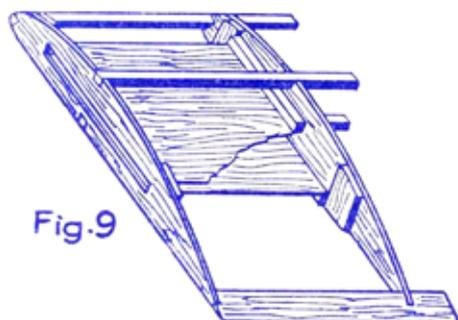

Fig. 9
- La clé est découpée dans une planchette généralement de 3 mm suivant le tracé du plan. Elle est faite en une ou deux pièces. Si elle doit être légèrement pliée pour donner le dièdre, faire un trait en son milieu avec un tisonnier rougi au feu. Le caissonnage sera effectué après avoir mis la clé en place dans son logement. Une petite plaquette sera collée de chaque côté entre la première et la deuxième nervure, parfois également entre la deuxième et la troisième. Une petite baguette collée contre la nervure comme indiqué sur le plan en assurera la fixation. Des petits morceaux de baguette plate collés verticalement sur les nervures, de chaque côté du caisson en assureront la solidité pour les chocs verticaux. (Fig. 9).